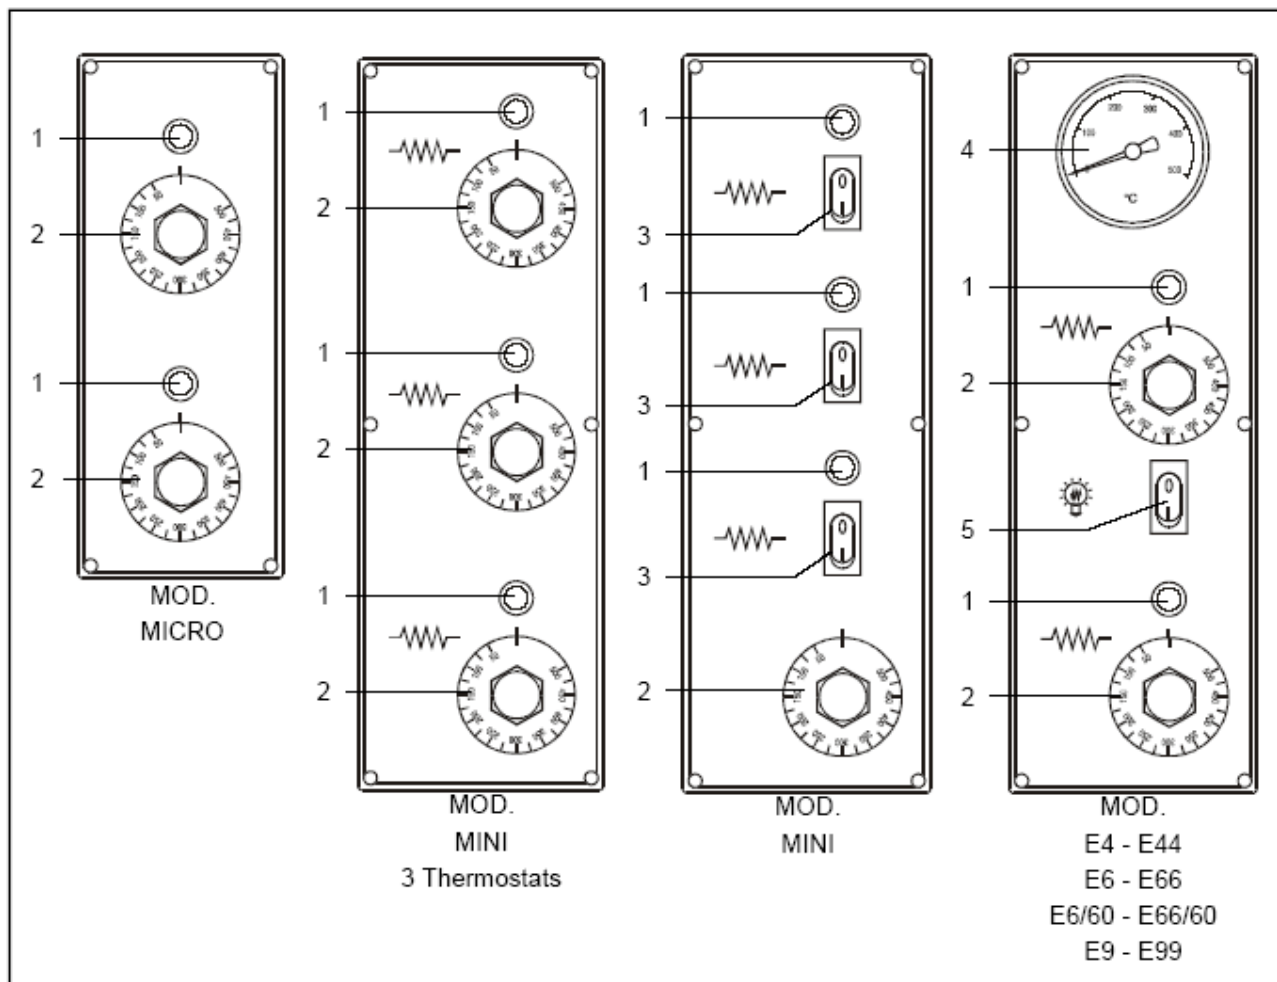

РИС.7 (Панель управления)
Панель управления установлена на передней стороне печи и изменяется в зависимости от модели, как показано на **РИС. 7**.
ПОЯСНЕНИЕ К РИС.7
- 3) Включите резисторы, установив термостаты (**РИС. 7-№ 2**) на температуру **150°C**, указанную на ручке.
Только для модели **MINI** – переведите выключатель резистора (**РИС. 7 - № 3**) в **положение "I"**.
- 5) Отключите резисторы, переведя термостаты (**РИС. 7-№ 2**) в **положение "0"**.
Только для модели **MINI** – переведите выключатель резистора (**РИС. 7 - № 3**) в **положение "0"**.
- 7) Снова закройте дверцу и повторите операцию, описанную в пункте **3**), переведя термостаты (**РИС. 7-№ 2**) на температуру **400°C**, указанную на ручке.
- 9) Отключите резисторы, переведя термостаты (**РИС. 7-№ 2**) в **положение "0"**.
- 3) Включите резисторы, установив термостаты (**РИС. 7-№ 2**) на желаемую температуру, указанную на ручке.
- 4) После достижения желаемой температуры (см. п. **9**) данного раздела), которая видна на термометре (**РИС. 7-№ 4**), в печь можно ставить пиццу для выпекания.
- 6) Для освещения внутренней части пекарной камеры включите лампу печи (**РИС. 7-№ 5**).
- 1) Выключите печь** путем переключения термостатов (**РИС. 7 - № 2**) и резистора (**РИС. 7- № 3**) **в положение "0"**;